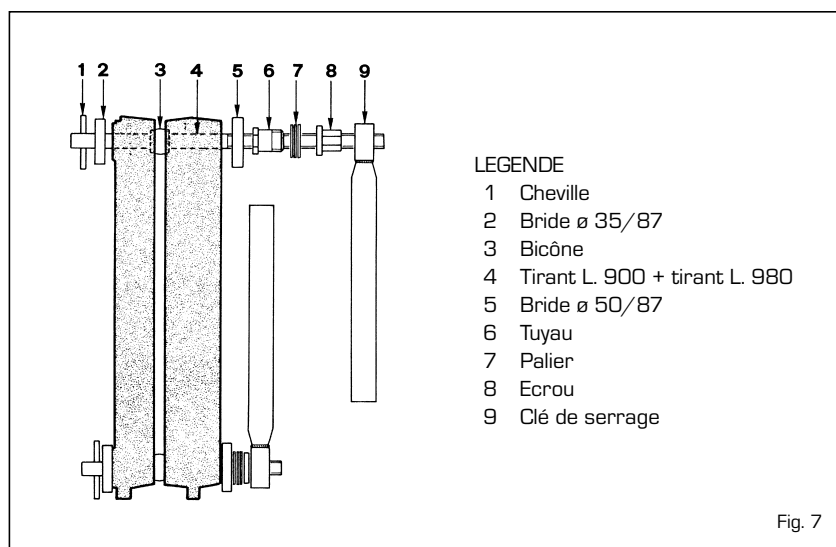

Fig. 7
- assembler les éléments à l'aide de l'équipement prévu à cet effet qui se compose d'une paire de tirants d'assemblage et des accessoires relatifs code 6050900 (fig. 7), en exerçant une pression en même temps sur le moyeu supérieur et sur le moyeu inférieur. Si, pendant cette opération, l'avancement entre les éléments n'est pas uniforme et parallèle, introduire le burin dans la partie la plus serrée et forcer afin d'obtenir le parallélisme entre les deux pièces à assembler.